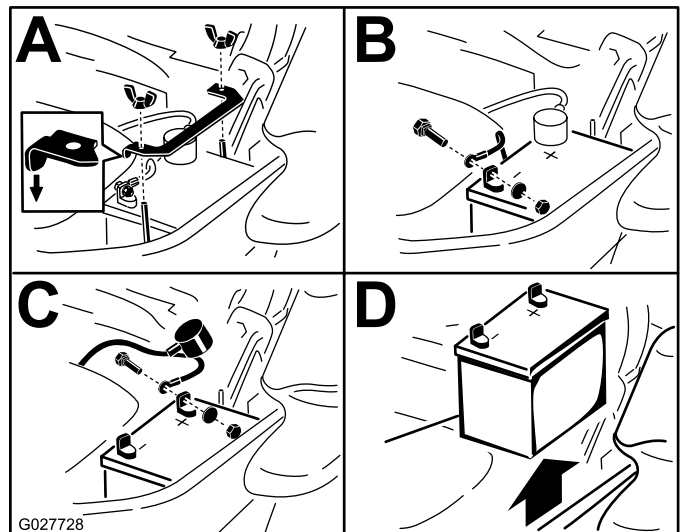

Figura 72
3. Retire la batería, según se muestra en Figura 72.
Nota: Coloque la batería en la bandeja, con los bornes frente al depósito de aceite hidráulico (**Figura 72**).